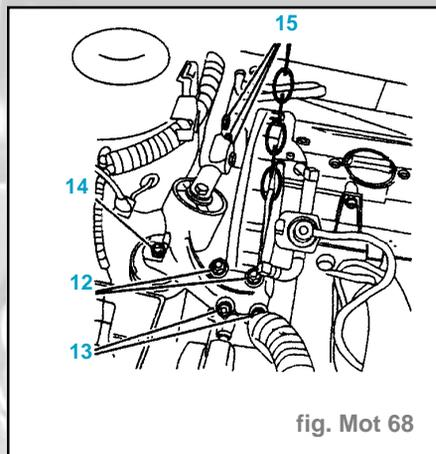

fig. Mot 68
- Serrer (daN.m) (fig. Mot. 68) :
- les écrous (12) 8
- les vis (13) 8
- l'écrou (14) 4,5
- les trois vis de fixation (15).